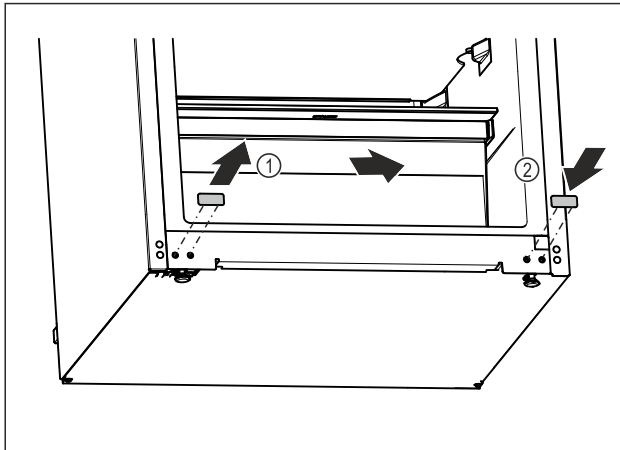

Fig. 12
- ▶ Витягніть заглушки. Fig. 12 (1)
- ▶ Вставте заглушки з протилежного боку. Fig. 12 (2)